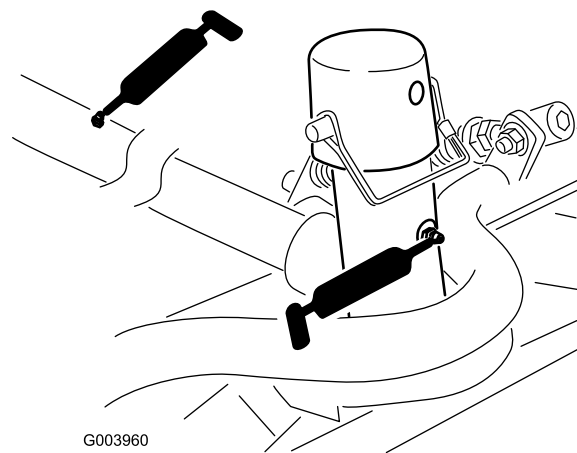

図 40
- カuttingユニットのキャリアフレームとピボット各 図 40